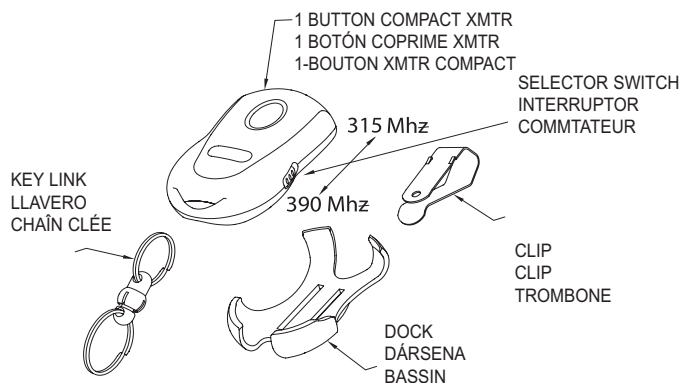

Fig. 2
Étape 5-1 Remplacement de pile **Fig. 2**
Le récepteur dans le powerhead peut recevoir des signaux à 315 et 390 MHz. L'éloigné est la série d'usine à 315 MHz. Voir la figure 2 pour la commutateur de selector de fréquence.